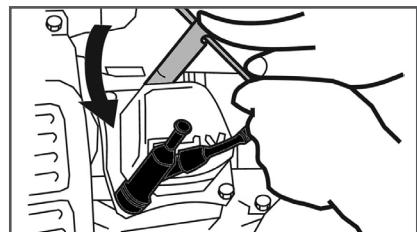

Рис. 20 Обслуживание свечи зажигания
- Открутите свечу зажигания свечным ключом (Рис. 20).